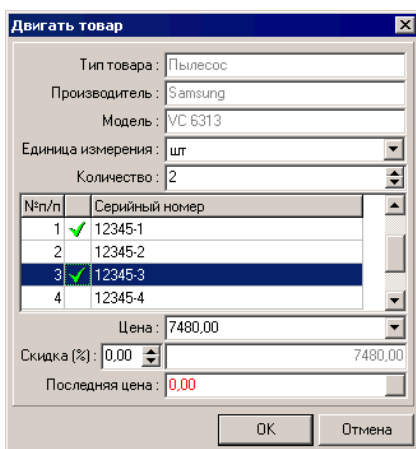

Рис. 162. Выбор серийного номера при продаже товара
4. При продаже товара в розницу, по счету, накладной, наряд-заказу можно будет выбирать серийный номер продаваемого товара (см. рис. 162). Серийный номер будет указан в гарантийном талоне.